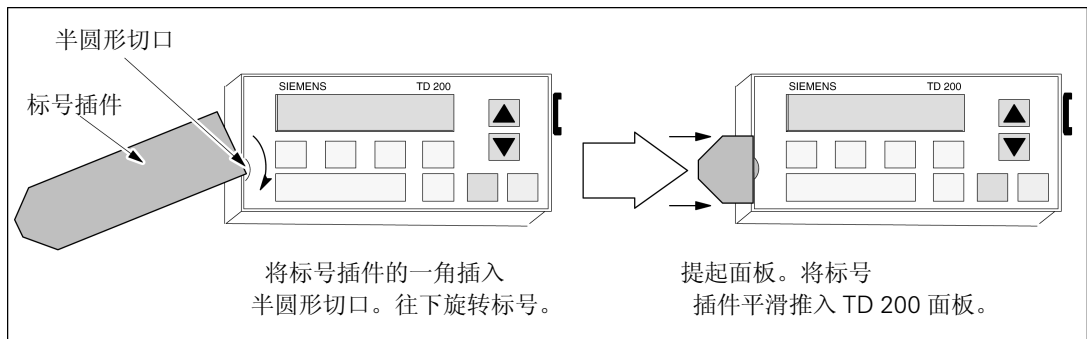

图 1-4 插入客户化标号
4. 将插件的一角放在半圆形插口处，插入客户化的标号插件（见图 1-4）。转动标号插件使其对正方向。